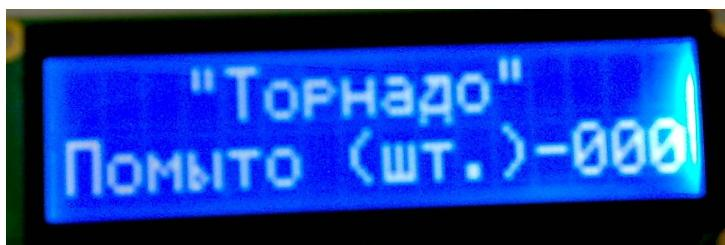

Рис. 6.2.
5.5. В ждущем режиме дисплей отображает количество помытых колес (рис.6.2). При достижении количества равного 300 колес** на экране высветится надпись «Замените воду» и перестанут запускаться программы. Для обнуления счетчика и сброса сообщения необходимо нажать и удерживать кнопку «Обдув воздухом «V» до тех пор, пока сообщение не пропадет (3-5с).